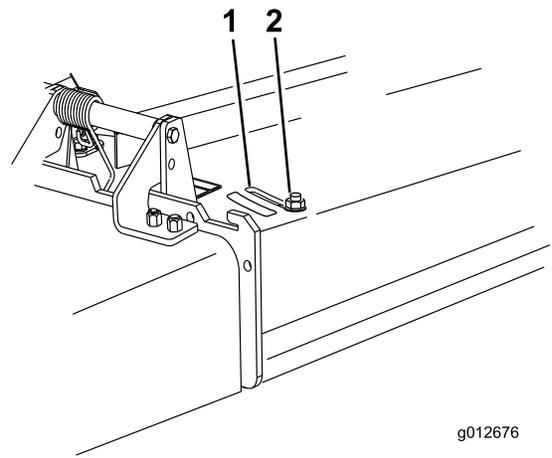

図 29
3. バッフルを調整する場合には、ナットをゆるめる（図 29）。